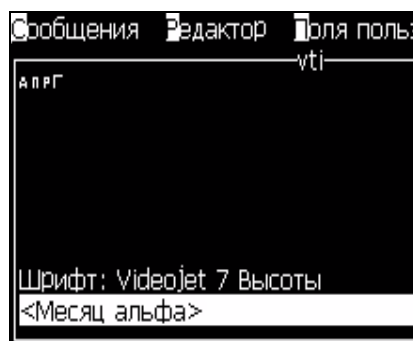

Рисунок 5-12: Пользовательское поле - “Alpha Month” (месяц альфа)
- 2 Выберите необходимое Вам пользовательское поле, и нажмите кнопку “Enter” (ввод). Например, поле “Alpha Month” (месяц альфа) отображено в Рисунок 5-12.